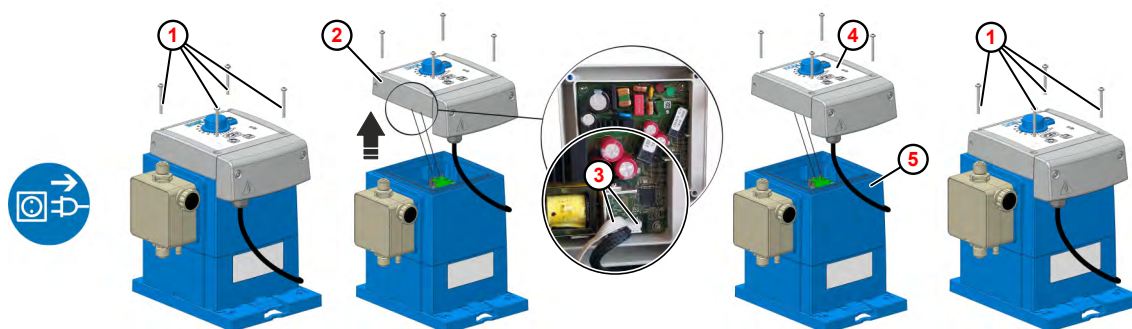

Fig. 18: Sostituire la centralina di comando
- ① Vite di fissaggio
- ② Centralina di comando
- ③ Spina
- ④ Centralina di comando (nuova)
- ⑤ Corpo pompa
2. ► Allentare le viti di fissaggio ( Fig. 18 , ① ) sulla centralina di comando ② .